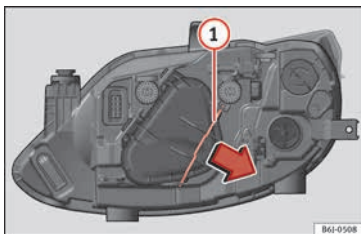

Abb. 94 Einfachscheinwerfer.
- Verschieben Sie die Strebe » **Abb. 94** ① in Pfeilrichtung und nehmen Sie die Abdeckung ab.